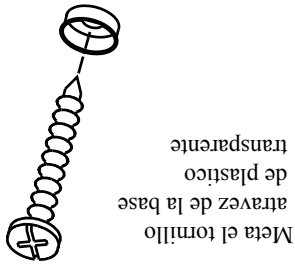

Fig. 2
4. Prepare los tornillos de montaje colocando el tornillo en la base de plastico. (Fig. 2)